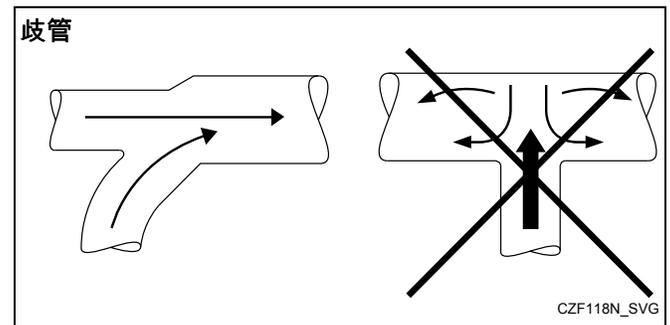

图 14
- 歧管必须呈锥形，参见图 14。单个熨烫机管道必须沿着气流方向以45°角进入歧管中。
注：请勿将滚筒烘干机的导管与收集管呈90度角连接。参照图 14。因为这样会导致背压过度，从而导致烘干机性能不佳。请勿将滚筒烘干机的两根排气管在靠近歧管入口处直接交叉连接。